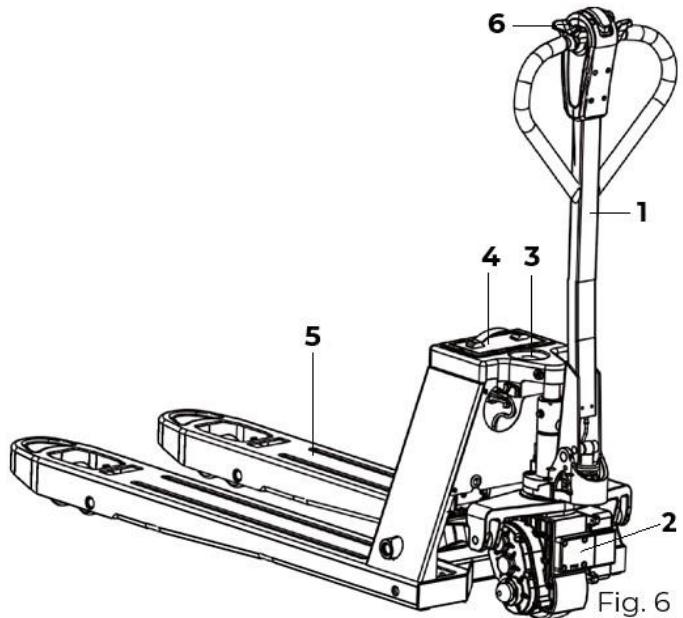

Fig. 6
3. Drücken Sie den Nothalt (3, Abb.6), alle elektrischen Systeme sind ausgeschaltet.